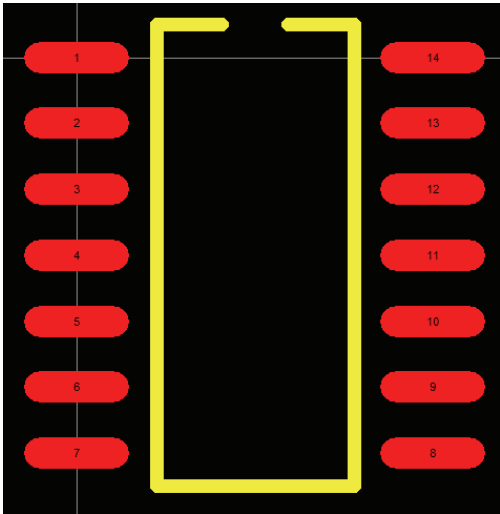

图 5-92 绘制外轮廓后的图形
6) 执行该命令后，光标变为十字，将光标移动到适当的位置后，单击确定元器件封装外形轮廓线的起点，随之绘制元器件的外形轮廓，左上角坐标为 (60, 25)，右下角的坐标为 (210, -325)，如图 5-92 所示。上端开口的坐标分别为 (110, 25) 和 (160, 25)。